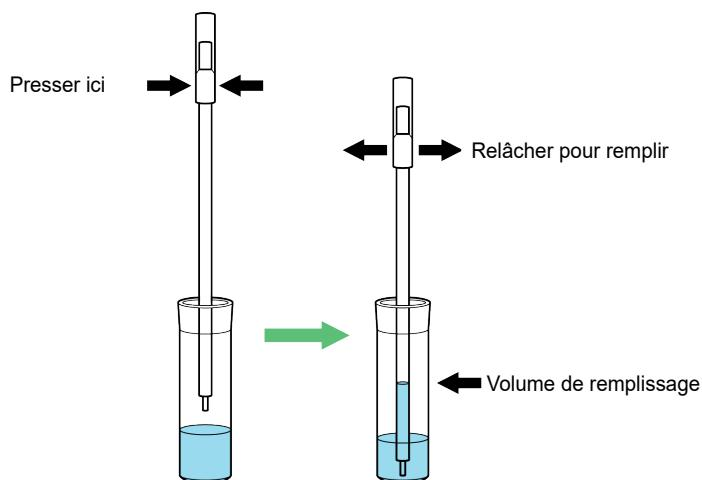

Figure 1. Pipette de transfert
1. Presser **complètement** la poire de la pipette de transfert et placer l'extrémité de la pipette dans le tube de milieu de transport ESwab contenant l'échantillon du patient (voir Figure 1).
4. Presser complètement la poire de la pipette de transfert et placer l'extrémité de la pipette dans le tube de milieu de transport contenant l'échantillon du patient (Figure 1).